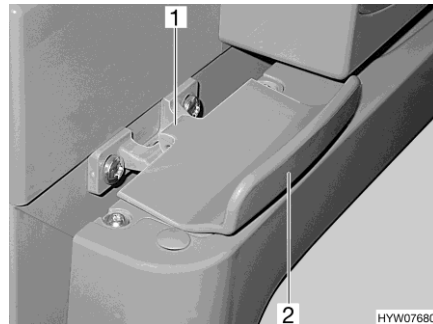

Bild 129 Verriegelung der Kühlschranktür, geschlossen (Thetford)
- Kühlschranktür am Griff (Bild 129,2) öffnen. Die Verriegelung (Bild 129,1) wird automatisch gelöst.